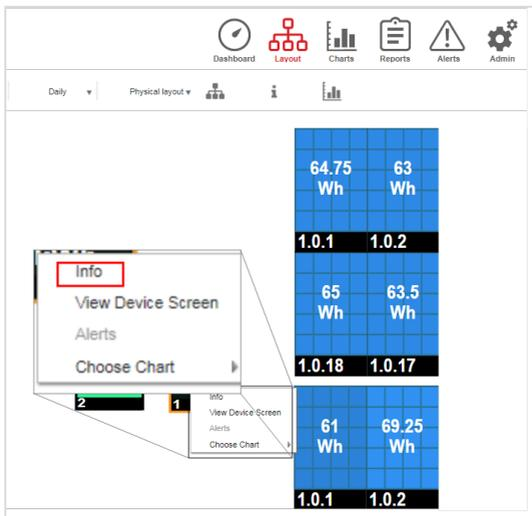
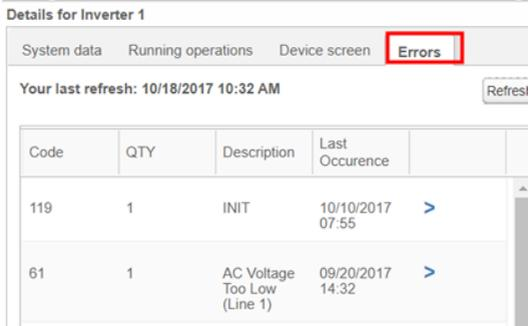

Abbildung 23: Wechselrichter-Menü
Abbildung 24: Wechselrichterdaten - Fehlerliste
2. Klicken Sie mit der rechten Maustaste auf den Wechselrichter und wählen Sie im Menü **Info** aus (Abbildung 23). Das Fenster mit den Wechselrichterdaten wird eingeblendet (Abbildung 24).